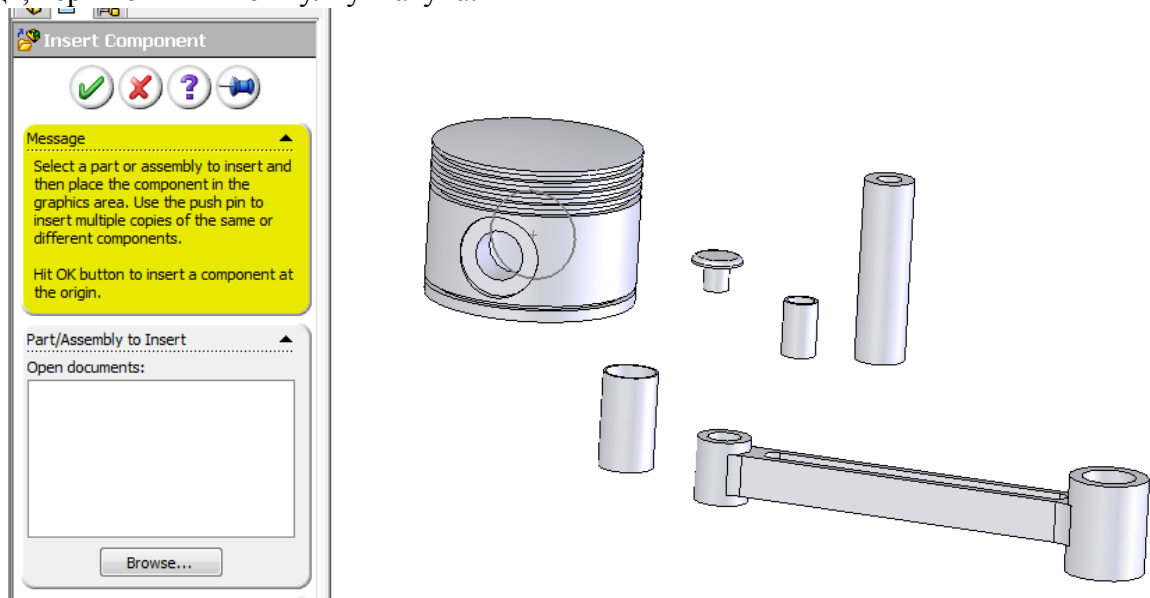

Рис. 7.3.4. Імпорт деталей в збірку
2. Ствоимо спочатку підбірку. Для цього за допомогою діалогового меню **ВСТАВИТЬ КОМПОНЕНТ (INSERT COMPONENT)** (рис. 7.3.4) додайте в збірку наступні деталі: шатун (простий шатун, не головний), поршень, поршневий палець, заглушку поршневого пальця, верхню і нижню втулку шатуна.